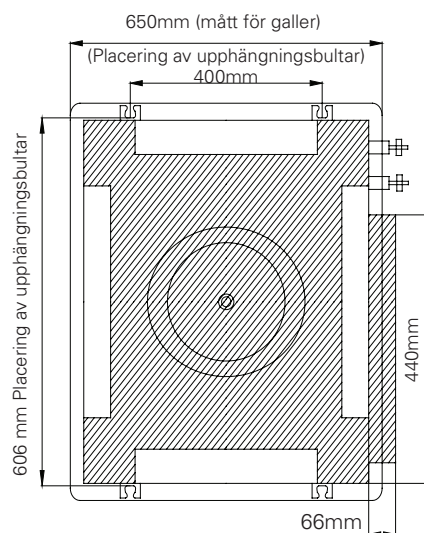

Fig.2
- (1). Installationen bör utföras i följande ordning enligt Fig. 2: